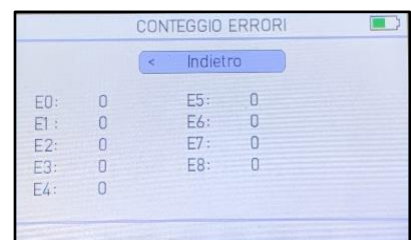

Fig. 49. Contatori degli errori
2. Premere . Vengono mostrati i CONTATORI DEGLI ERRORI (vedi fig. 49)